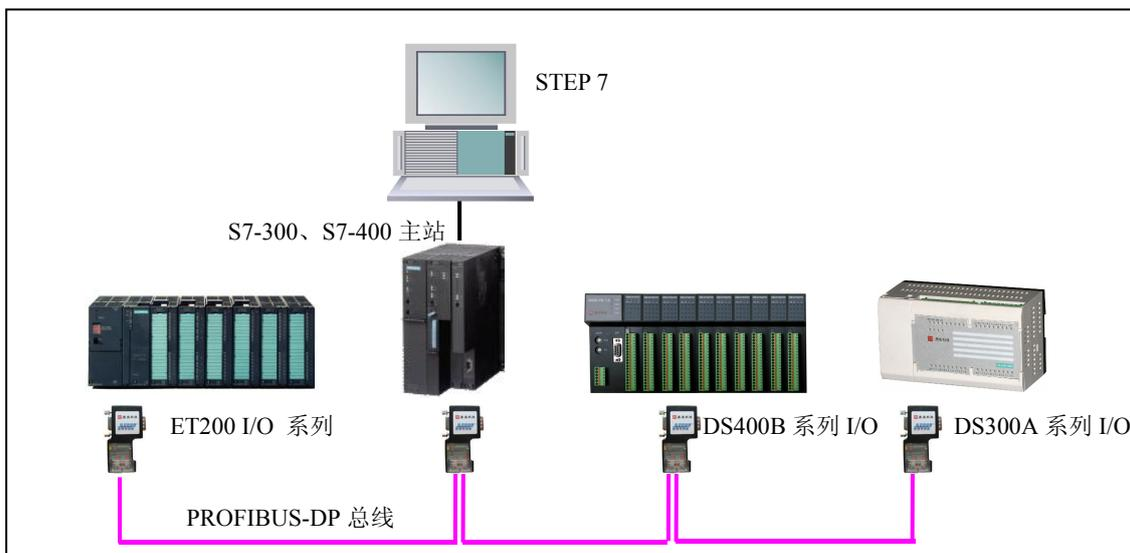

图 1-2 DS300A、DS400B 与 ET200 在西门子 PROFIBUS 主站 PLC 中做 I/O 扩展模块
① 可方便连接到西门子 PLC（PROFIBUS 主站：S7-3xx-2DP、S7-4xx-2DP、CP342-5、CP443-5），与使用 ET200 系列 I/O 模块完全相同，见图 1-2。